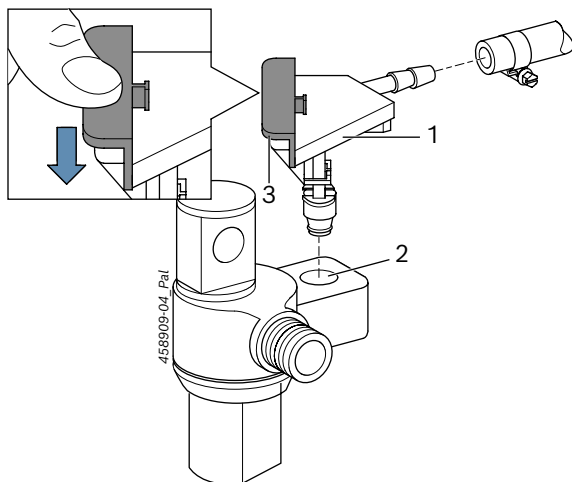

Fig. 4: Rücklaufadapter 1 683 356 138
O adaptador de retorno 1 683 356 138 (Fig. 4, pos. 1) conecta o retorno do Delphi CRI (Fig. 4, pos. 2) através do cabo de mangueira 1 680 712 249 e através do cabo de mangueira 1 680 712 289 com o cabo de verificação para a quantidade de retorno ao EPS 200 / EPS 205.
i Ao pressionar a aba (Fig. 4, pos. 3) para baixo, o adaptador de retorno é fixado. Para remover, puxar a aba para cima e retirar o adaptador de retorno da conexão de retorno.